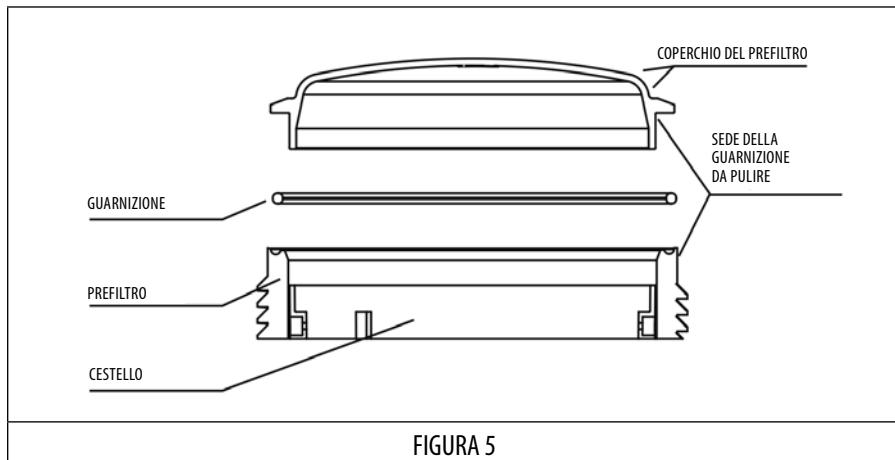

FIGURA 5
- Ogni volta che si apre il prefiltrato, pulire dalla sporcizia la guarnizione e il suo appoggio, per assicurare la sigillatura alla chiusura del coperchio. (FIGURA 5)